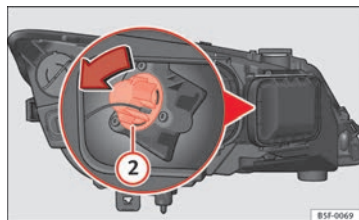

Abb. 137 Glühlampe für Blinklicht
- Drehen Sie den Lampenträger ⇒ Abb. 137 ② nach links und ziehen Sie.